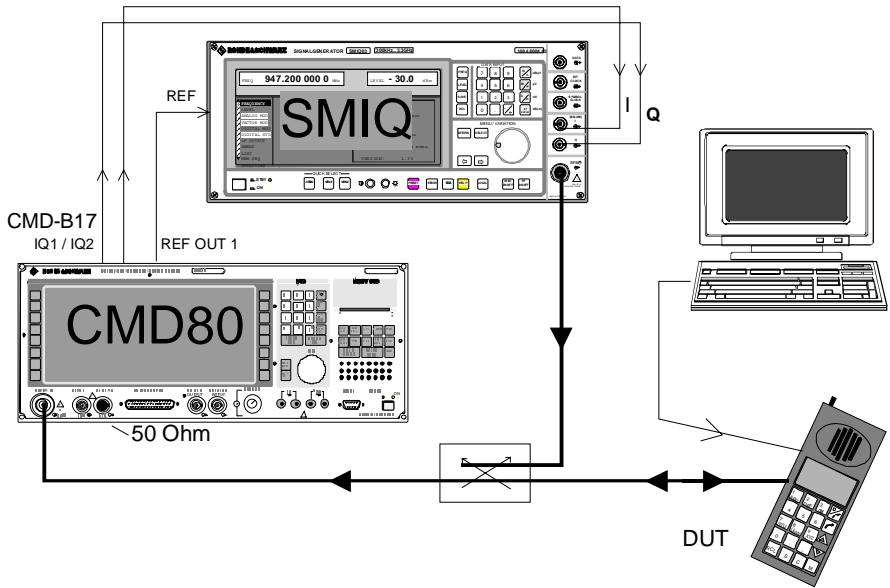

Bild 1: Zusammenschaltung der Geräte
Für Biterrormessungen muß man in der Mobilstation eine Schleife vom Empfangs- zum Sendepfad schalten. Dies geschieht über eine (hersteller-spezifische) Fernsteuerung, die im Bild 1 von einem Laptop symbolisiert wird.
- Verbinden Sie die HF-Pfade gemäß Bild 1. Das Meßobjekt soll jedoch noch nicht angeschlossen sein. Verwenden Sie gut geschirmte Kabel.